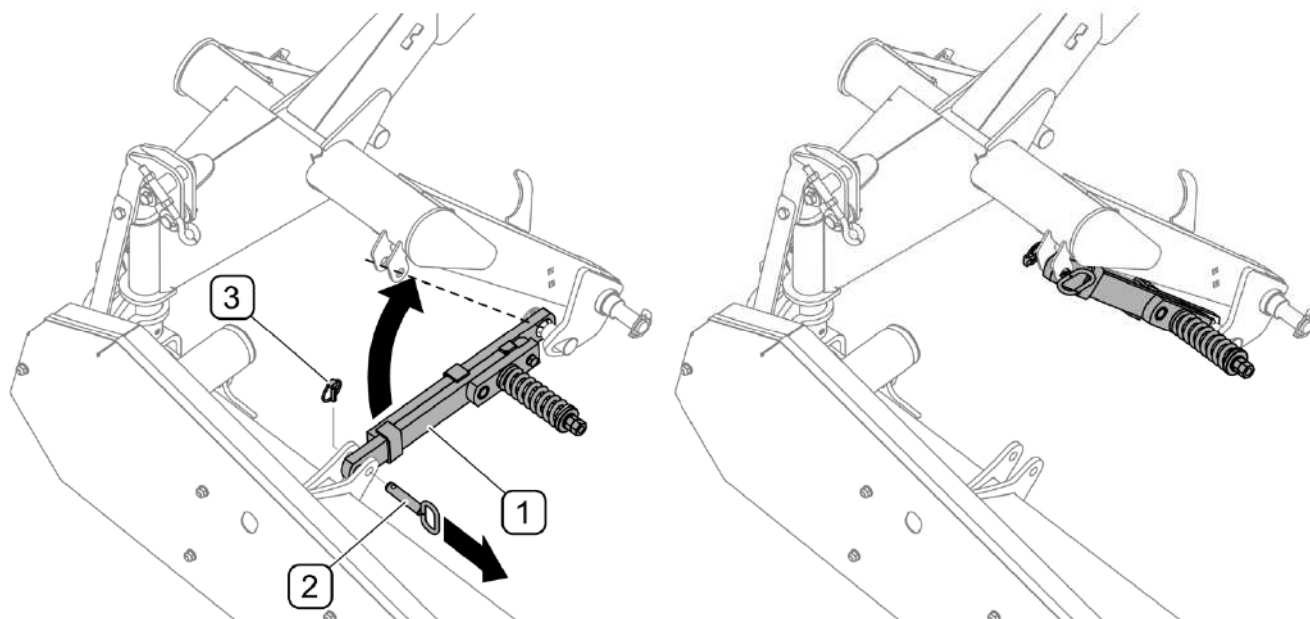

РИСУНОК 4.5 Демонтаж предохранителя
- отблокировать и вынуть шкворень (2) предохранителя (РИСУНОК 4.5)
- поднять предохранитель (1) и заблокировать на кронштейне рамы шкворнем (2) с чекой (РИСУНОК 4.5)